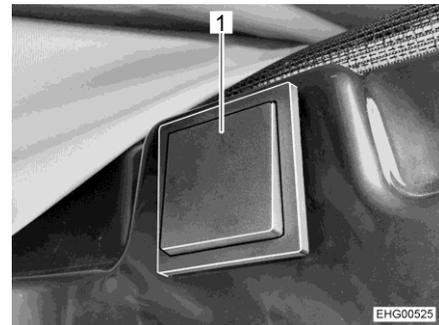

Fig. 53 Tasto per lo sblocco elettrico
Il tasto per lo sblocco elettrico (Fig. 53) è ubicato sul lato destro nella zona sopra la porta scorrevole.
- Premere per circa 2 secondi il tasto (Fig. 53,1).